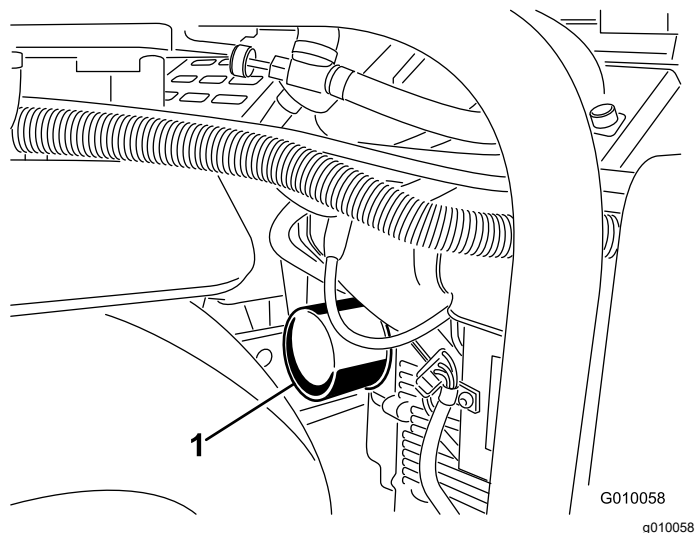
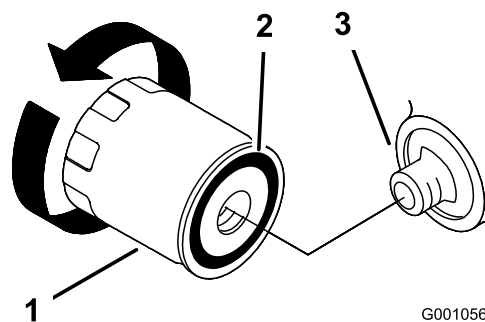

図 44
図 45
5. オイルを受けられるように、フィルタの下に浅い容器を置く 図 44。
6. オイルフィルタ 図 44 と 図 45 を外し、フィルタのアダプタガスケットの表面をきれいに拭く。